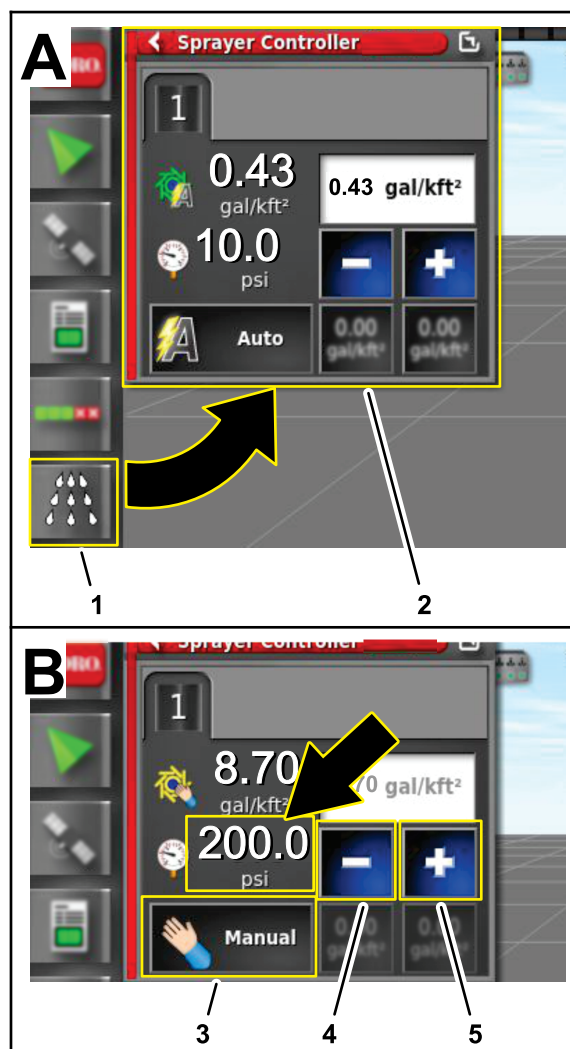

Рисунок 273
4. На управляющей консоли GeoLink нажмите значок SPRAY RATE CONTROLLER (КОНТРОЛЛЕР ИНТЕНСИВНОСТИ ОПРЫСКИВАНИЯ) (Рисунок 273).
5. В диалоговом окне контроллера интенсивности опрыскивания нажимайте значок RATE CONTROL MODE (РЕЖИМ УПРАВЛЕНИЯ ИНТЕНСИВНОСТЬЮ ОПРЫСКИВАНИЯ), пока не будет отображен ручной режим (Рисунок 273).
опрыскивания (Рисунок 273) на 13,75 бар (200 фунтов на кв. дюйм).